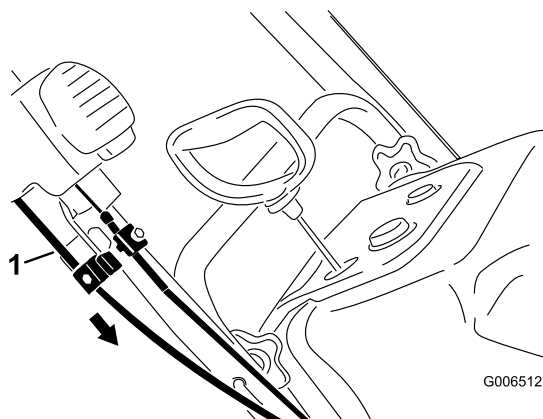

Figura41
4. Țineți jgheabul de evacuare în poziția îndreptat înainte, trageți cadrul de cablu inferior în jos până când eliminați jocul cablului, și strângeți ferm șurubul de pe clemă cablului inferior (Figura41).